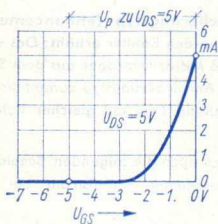
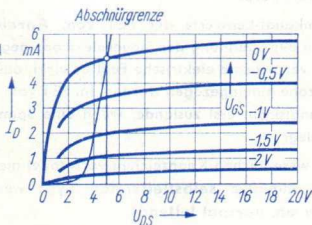

Bild 2
Bild 3
**Bild 2** enthält die Steuerkennlinie  $I_D(U_{GS})$  eines N-Kanal-Sperrschicht-FET für  $U_{DS} = 5$  V. In **Bild 3** ist für denselben FET die Ausgangskennlinienschar  $I_D(U_{DS})$  mit  $U_{GS}$  als Parameter aufgetragen. Der Bereich, in dem der Strom  $I_D$  bei konstantem Wert der Spannung  $U_{GS}$  von dem weiteren Anstieg der Spannung  $U_{DS}$  nur wenig abhängt, wird **Abschnürbereich (aktiver Bereich)** genannt. Diesem Bereich ist somit der in **Bild 3** rechts von der **Abschnürgrenze** liegende Teil der Kennlinienschar zugeordnet. Der Teil links von der Abschnürgrenze, in dem die Kennlinien nahezu linear ansteigen, heißt **ohmscher Bereich**, weil hier der Kanalwiderstand von der Spannung  $U_{DS}$  einigermaßen unabhängig ist.
Die **Abschnürspannung**  $U_p$  (**pinch off voltage**) ist der Wert der Spannung  $U_{GS}$ , bei dem — für einen gegebenen Wert der Spannung  $U_{DS}$  — der Strom  $I_D$  einen gegenüber dem Arbeitsstrom sehr kleinen Wert, z. B. 10 nA, annimmt (siehe Bild 2, worin  $U_p$  für  $U_{DS} = 5\text{ V}$  eingetragen wurde). Die in Bild 3 eingezeichnete Abschnürgrenze erhält man mit der Beziehung  $U_{DS(p)} = U_{GS} - U_p$  aus der Abschnürspannung  $U_p$  und der jeweils vorhandenen Gate-Source-Spannung  $U_{GS}$ .